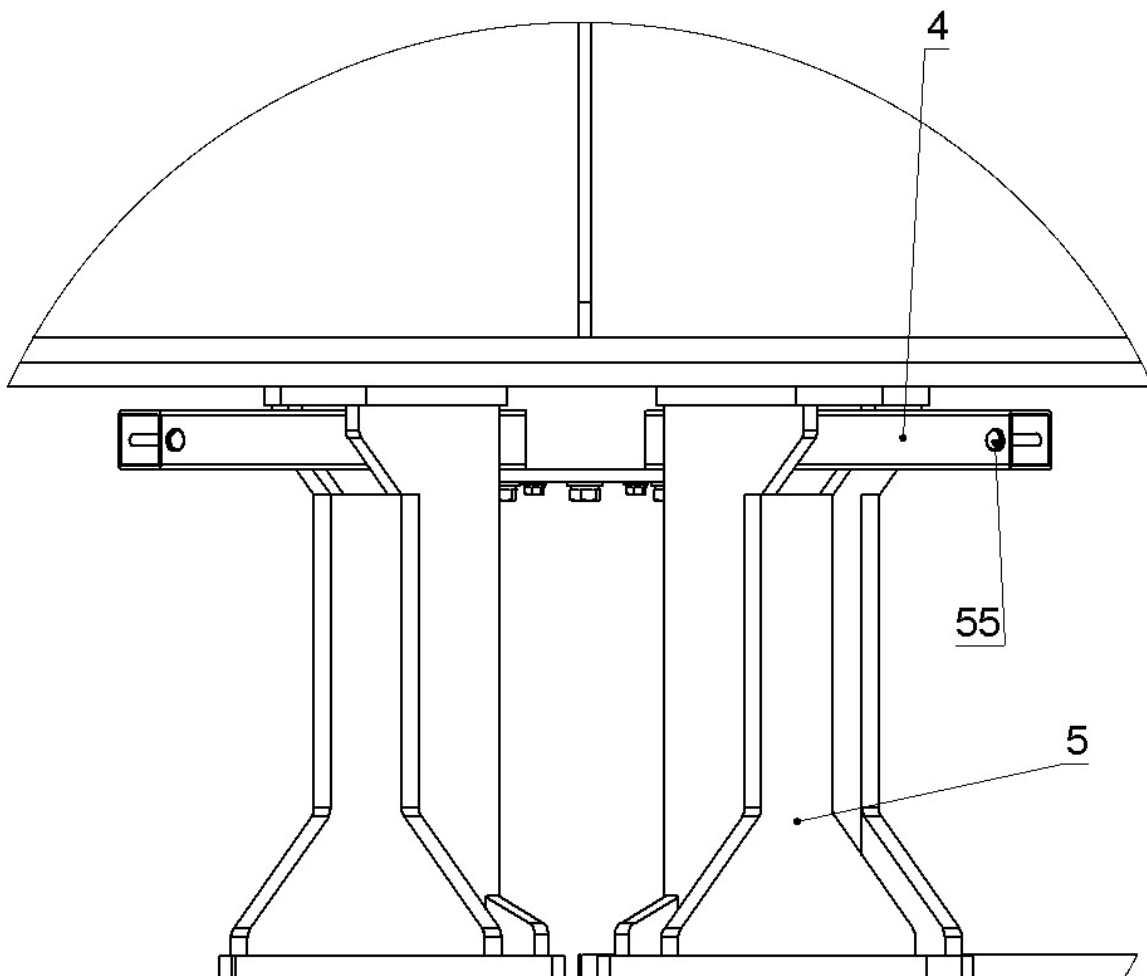

Рис. 16. Крепление опорных башмаков.
3.2.19. Предварительно сняв с направляющих поз.4 четыре страховочных винта поз. 55 предотвращающие падение опорных башмаков поз. 5, установить опорные башмаки и заново зафиксировать страховочные винты. (См. рис. 16).